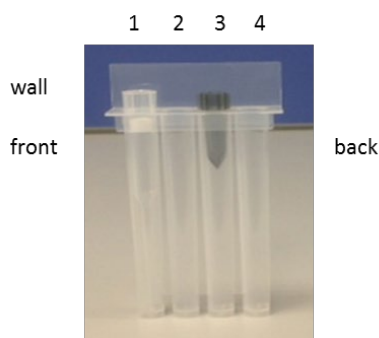

Figura 11: Disposição das pontas na Cassete da ponta
11). Certifique-se de que a Ponta (1) e o perfurador (3) estão colocados como mostrado na imagem abaixo (Figura 11).